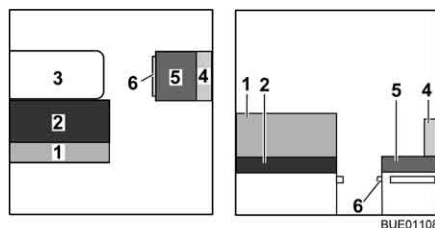
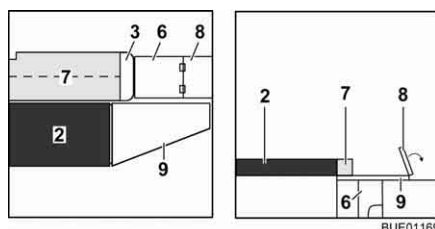

Fig. 135 Antes da transformação
Fig. 136 Durante a transformação
- Transforme a mesa (Fig. 135,3) em base para cama (ver ponto 6.11).
- Retire o estofa do encosto (Fig. 135,4) e coloque-o de lado.
- ▷ Dependendo do modelo, pode usar o estofa do encosto (Fig. 135,1) em vez do estofa adicional (Fig. 136,7).
- Retire o estofa do encosto (Fig. 135,4) e o estofa do assento (Fig. 135,5) e coloque-os de lado.
- Puxe para fora o prolongamento da caixa da cama (Fig. 136,6).
- Vire para fora a peça de prolongamento do tampo do assento (Fig. 136,8).
- Desdobre o estofa adicional (Fig. 136,7) e coloque-o sobre a mesa.
- Suspenda o acrescento da cama (Fig. 136,9) nos apoios dos bancos arca.